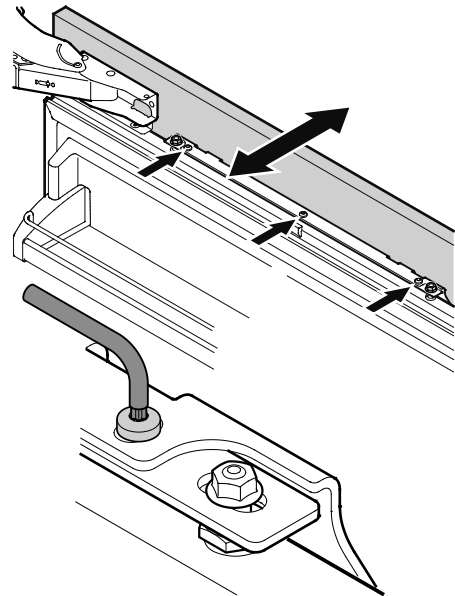

Figure 41
10. Desserrer les trois vis sur le dessus de la baguette de fixation, aligner le panneau comme sur la **Figure 41** et serrer à fond les vis. Procéder de la même manière avec la baguette de fixation inférieure.
1. Retirer le tiroir du congélateur supérieur et y visser le panneau à l'aide de trois vis à gauche et à droite en utilisant les vis comme à la **Figure 41**.